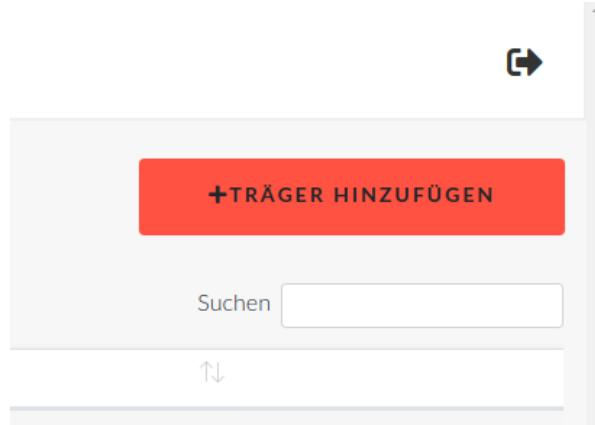

Abbildung 82: Anlegen eines neuen Trägers
- Klicken Sie auf die Schaltfläche *Träger hinzufügen* (vgl. Abbildung 82)
- Durch einen Klick auf *Bearbeiten* öffnet sich das Fenster, das sich bereits beim Anlegen eines Trägers geöffnet hat (vgl. Abbildung 82). Die Daten des gewählten Trägers sind bereits in die entsprechenden Felder eingetragen und können nun bearbeitet werden